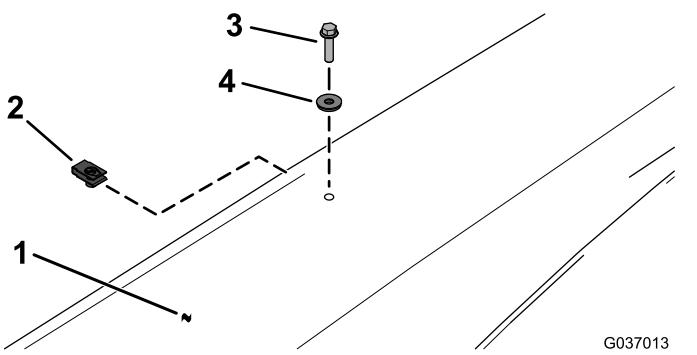

Figura 14
16. Instale el toldo en el soporte del techo con 2 clips, 2 arandelas sellantes y 2 pernos hexagonales con arandela prensada (1/4" x 1"), tal y como se muestra en Figura 14.